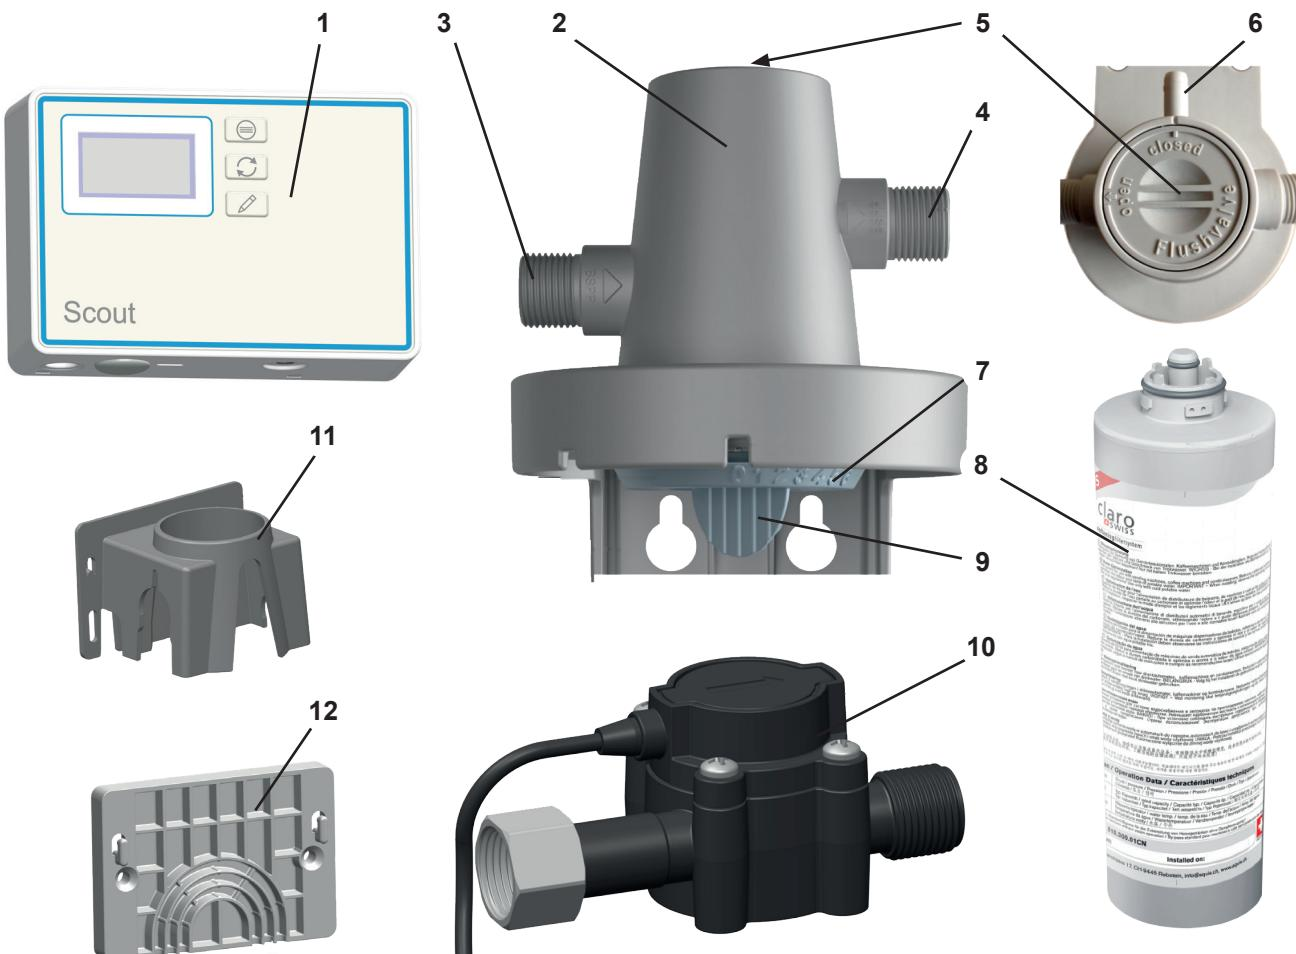

Fig. 1
- 1 POWER steamer water softener Flussometro (Pos. 1, 10, 11, 12, Fig. 1)
- ⇒ Avvitare l'adattatore 3/4" - 3/8" sul collegamento dell'unità sensore (10, Fig. 1)